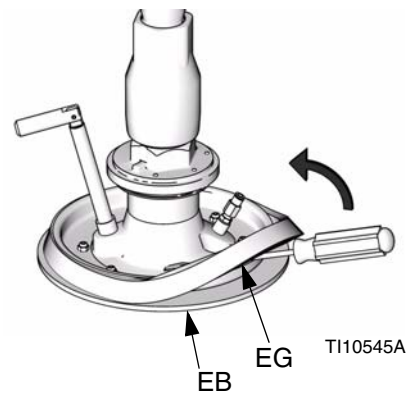

FIG. 11
1. *Trabajando desde el fondo*, utilice un destornillador para presionar el separador (EG) y dejarlo suelto. Haga subir totalmente el separador por encima del borde del plato seguidor. Vea la FIG. 11.